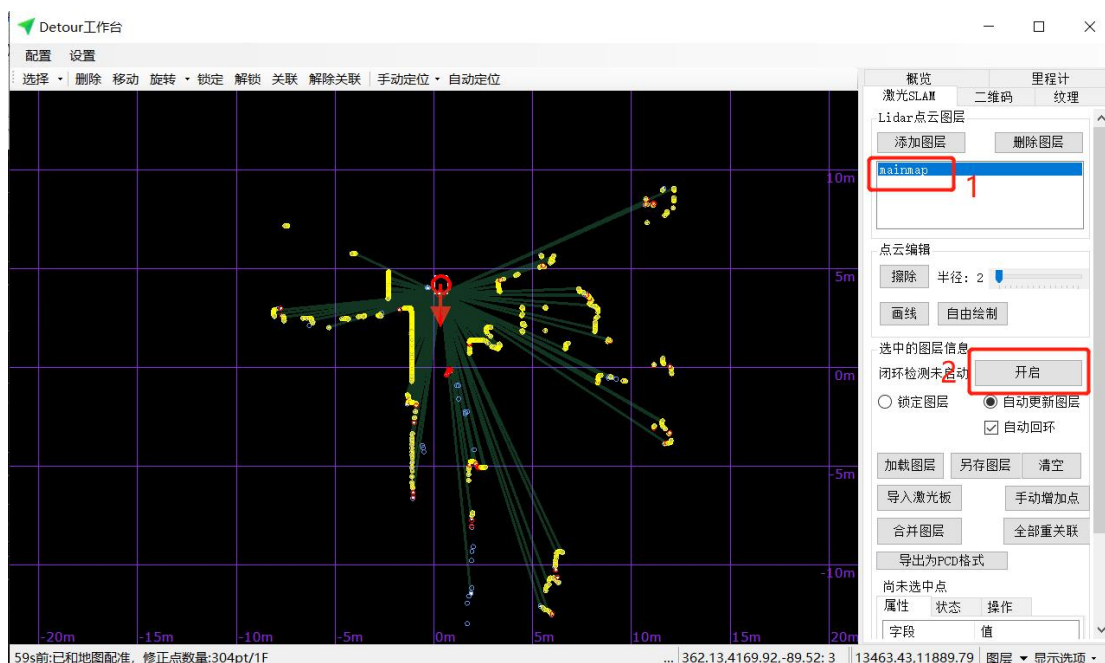

图 14
2) 点击 mainmap 图层，开启闭环检测。此时处于自动更新图层模式，如图 14 所示。